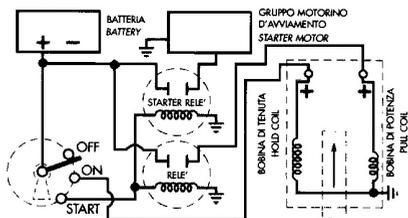

FIG.7
- la bobina di tenuta (hold coil), collegata al quadro, alimentata dall'accensione di quest'ultimo (ON).
- La bobina di potenza (pull coil) alimentata in parallelo con il motorino di avviamento attraverso un relé separato. L'elettromagnete scatta allo start (fig.7) e la bobina si disecca allo spegnimento del motorino.